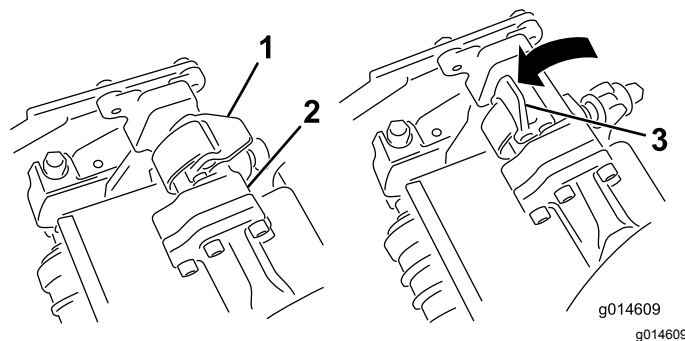
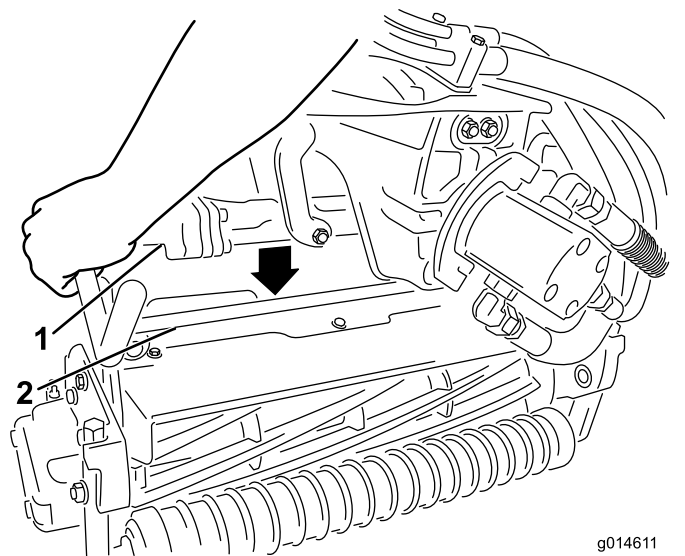

Рисунок 45
Рисунок 46
3. Когда защелки на штанге рычага подвески направлены вверх (т.е. открыты) (**Рисунок 45**), нажмите на рычаг подвески так, чтобы штанга села на поперечный стержень наверху режущего блока (**Рисунок 46**).
4. Опустите защелки и поверните вокруг стержня режущего блока и заблокируйте их (**Рисунок 45**).
- Откройте защелки на штанге рычага подвески режущего блока, который необходимо снять (Рисунок 45).